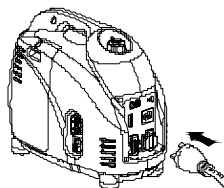

Рис. 20
- г) Подключите оборудование (Рис. 20).